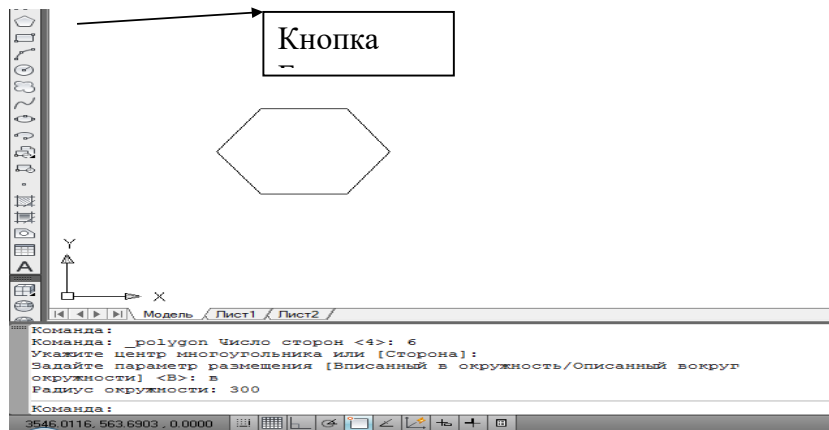

Рисунок 2.7 – Приклад багатокутника
- задати радіус описаного або вписаного кола (рис. 2.7);
Для побудови багатокутника необхідно викликати відповідну команду. Зробити це можна, натиснувши кнопку «Багатокутник» на панелі інструментів в режимі Класичний AutoCAD (як показано на рис. 2.7), або, вибравши команду «Багатокутник» панелі «Малювання» на вкладці «Основне» в режимі «Малювання і анотації», або, набравши команду «Багатокутник» в командному рядку.
Після вказівки команди для побудови примітиву програма видає перший запит, в якому просить задати кількість сторін будуючого багатокутника (рис. 2.7): Команда: `_polygon` Число сторін <4>: